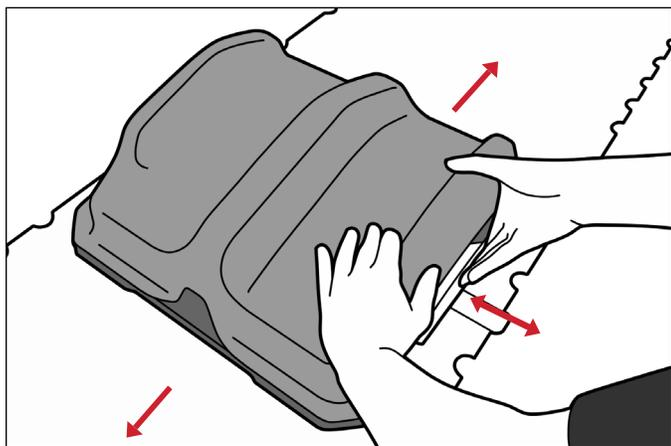

Figure 9
5. Régler le repose-genoux dans l'axe supérieur/inférieur en tirant ou en poussant le verrou coulissant. S'assurer que le verrou coulissant est complètement engagé et que la position souhaitée est alignée avec la barre de positionnement. (Figures 9 et 10)